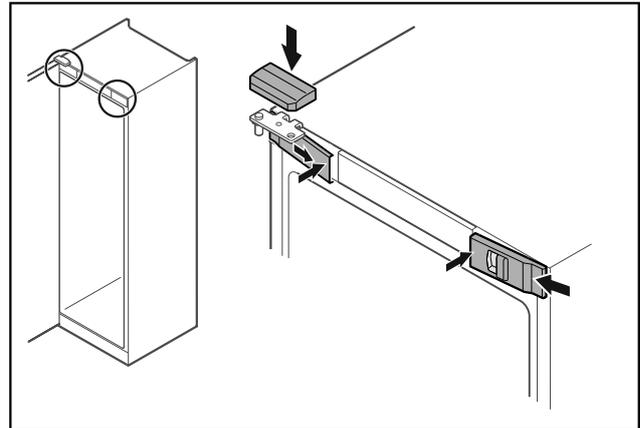

Fig. 35
- ▶ Vordere Abdeckungen Fig. 35 (1) seitlich einhaken und innen aufrasten.
- ▶ Obere Abdeckung Fig. 35 (2) von oben aufrasten.